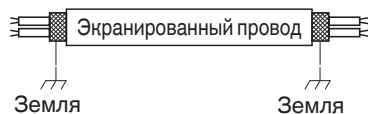

Рис. 4-6
- Используйте экранированные провода для межблочной проводки управления (с) и заземлите оплетку с обеих сторон, в противном случае возможно нарушение работы из-за помех. (Рис. 4-6)